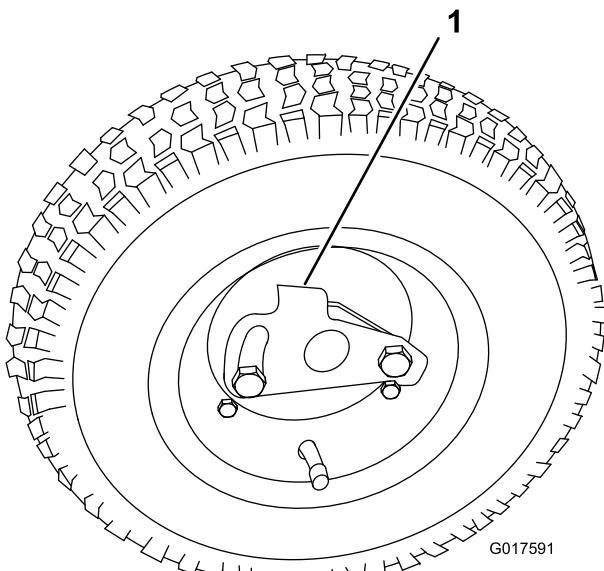

図 8
- 車軸に車輪を取り付ける図 8。
- ロッククリップを開き、タイヤを更に奥に押し込む図 8。